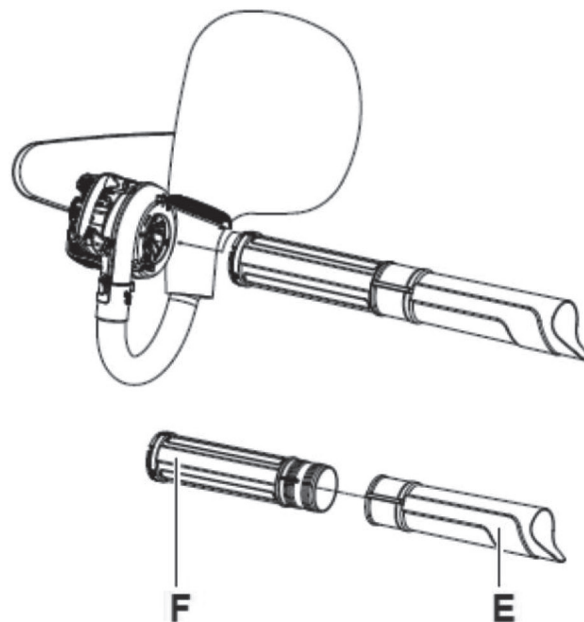

РИС. 7
4) Установите нижнюю вакуумную трубку (E) на верхнюю вакуумную трубку (F), затем вставьте собранные вакуумные трубки в машину. Поворачивайте трубки по часовой стрелке, пока вакуумные трубки не встанут на место (рис. 7).
1) Затем выверните всю вакуумную трубку против часовой стрелки из машины и поверните части и разъедините их. (рис.7)